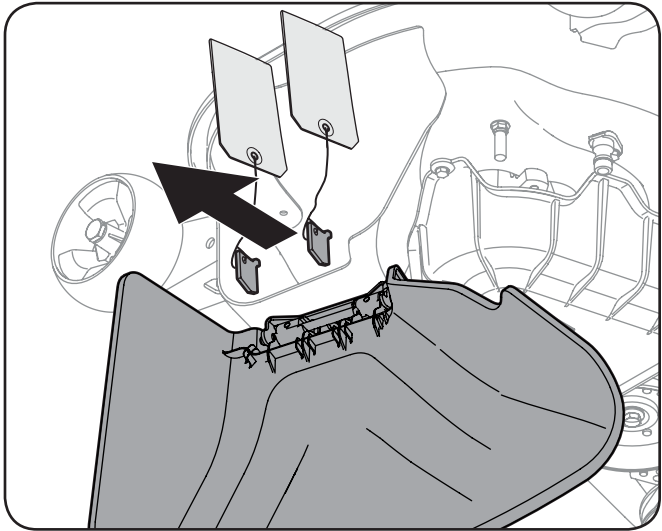

Figure 3-5
2. Localisez les supports d'expédition et l'étiquette (le cas échéant) qui se trouvent entre le déflecteur de la goulotte et le plateau de coupe. N'utilisez PAS le tracteur sans avoir au préalable démonté les supports de la goulotte d'éjection. Redressez le déflecteur de la goulotte et retirez les supports en les tournant vers la droite. Abaissez le déflecteur de la goulotte. Voir la Figure 3-5.